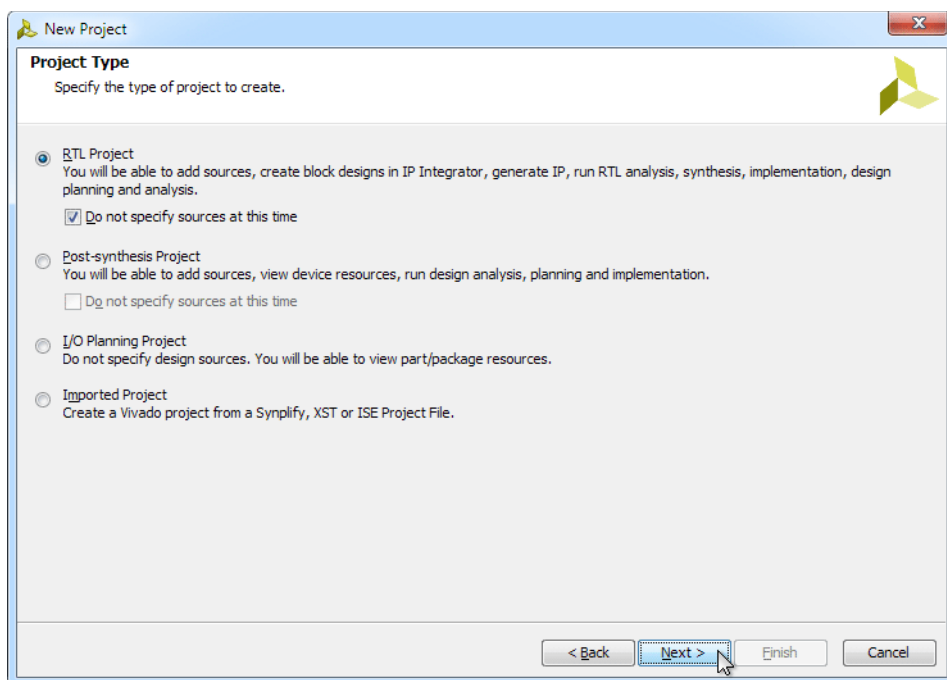

図 4 : 新しいプロジェクトのタイプを設定
4. [RTL Project] をオンにしてサンプル デザインの実行を許可し、[Do not specify sources at this time] をオンにします (図 4)。[Next] をクリックします。